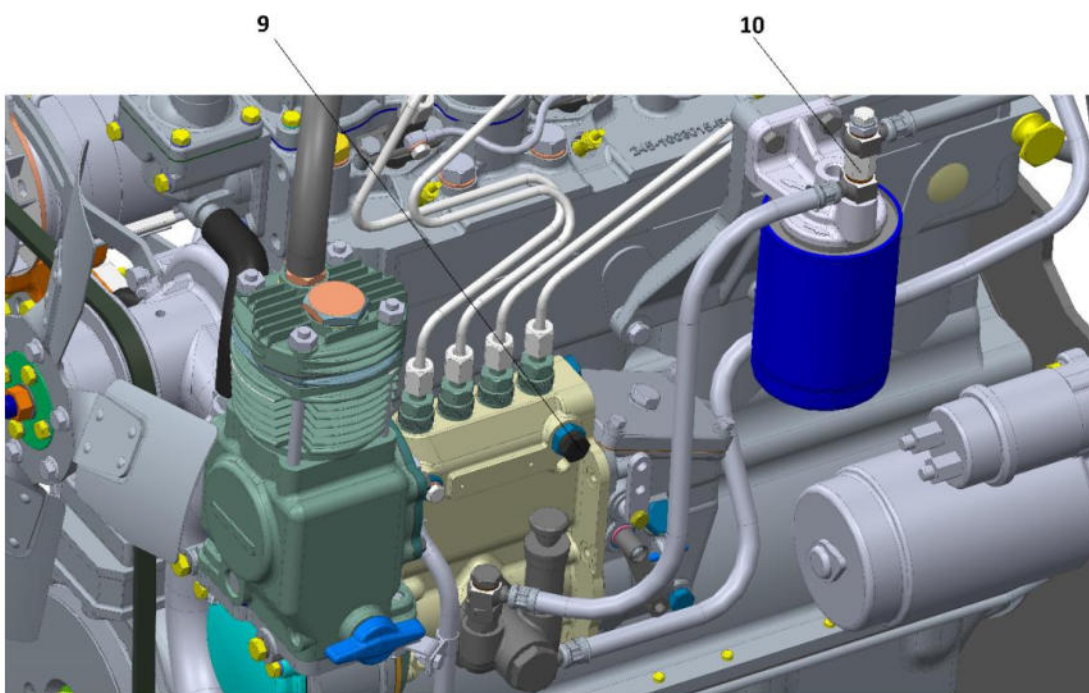

рис. 4.6. Перенос обратной магистрали: 9 – пробка резьбовая, 10 – штуцер соединительный М14х М14.
- 3) Извлеченный перепускной клапан с помощью соединительного штуцера 10 соединить со входом топливопровода в ФТО (рис. 4.6).